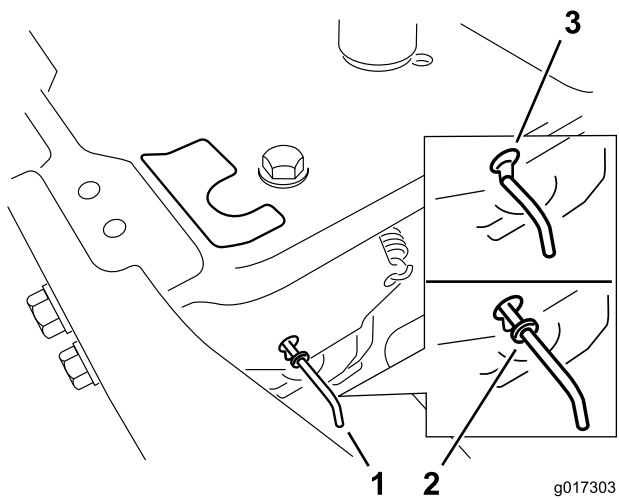

Figura 23
4. Spostate in avanti le leve di bypass attraverso il foro della chiavetta, quindi verso il basso per bloccarle in posizione, come illustrato in Figura 23. Ripetete l'operazione per ciascuna leva.
Spostate indietro le leve di bypass attraverso il foro della chiavetta, quindi verso il basso per bloccarle in posizione, come illustrato in Figura 23. Ripetete l'operazione per ciascuna leva.